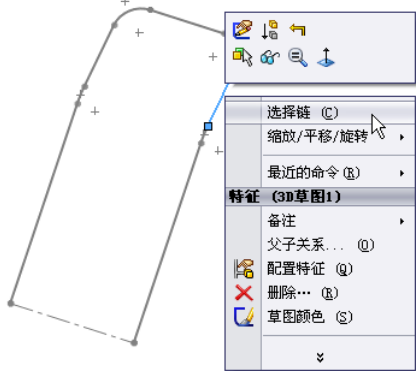

图 16-64 预选路径
①在草图中右击任一条线条, 在弹出的快捷菜单中选择“选择链”命令, 进行预选路径, 如图 16-64 所示。
②执行“插入”→“焊件”→“结构构件”菜单命令, 或者单击“焊件”工具栏中的“结